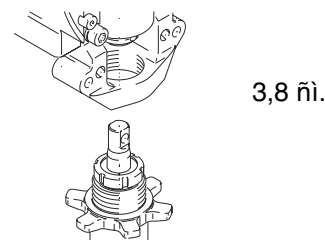

Рис. 18
1. Рис. 18. Вытяните шток поршня на 2,7 см. Закрутите насос, обеспечив выравнивание отверстий крестовины подшипника и штока поршня.